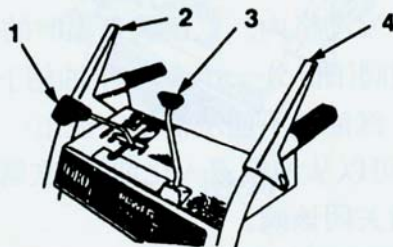

图 13
- 速度换档控制(图 13)——有一个空档, 四个前进档位, 两个后退档位。选择速度时, 只需将换档控制放入相应档位。在换档进入或退出后退档位前, 或选择动力换档特点时, 需放开动力驱动控制杆。在前进档位间相互换档, 不需要放开动力驱动控制杆。
- 叶轮控制杆(图 13)——握紧右手叶轮控制杆, 叶轮会旋转。放开则停止。
- 动力驱动控制杆(图 13)——握紧左手(轮子)动力驱动杆, 启动动力。
- 排雪道控制(图 13)——顺时针旋转排雪道控制杆, 则排雪道向右转, 逆时针旋转, 则排雪道向左转。
2. 不要握叶轮控制杆和动力驱动控制杆。(图 13)
4. 放开动力驱动控制杆和叶轮控制杆。(图 13)
1. 放开动力驱动控制杆。(图 13)